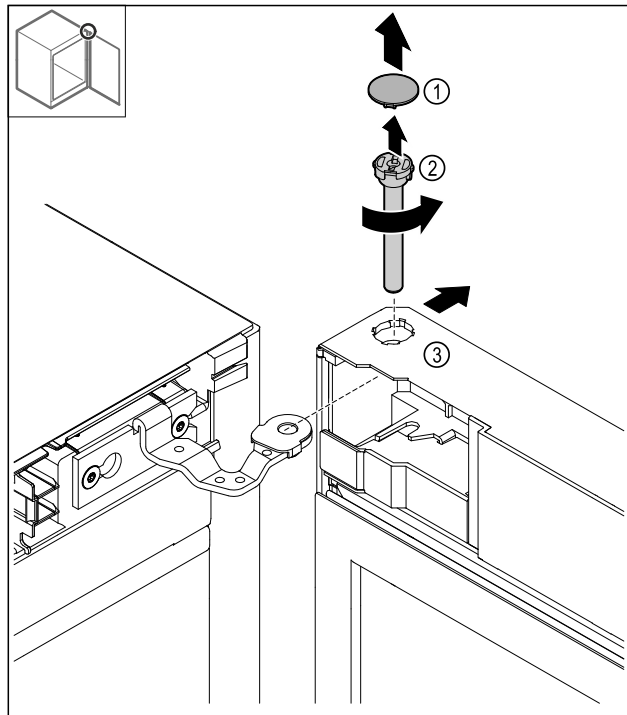

Fig. 18
- Tag afdækningen Fig. 18 (1) af.
- Løsn boltten Fig. 18 (2) mod uret, og træk den ud.
- Vip døren Fig. 18 (3) en smule.